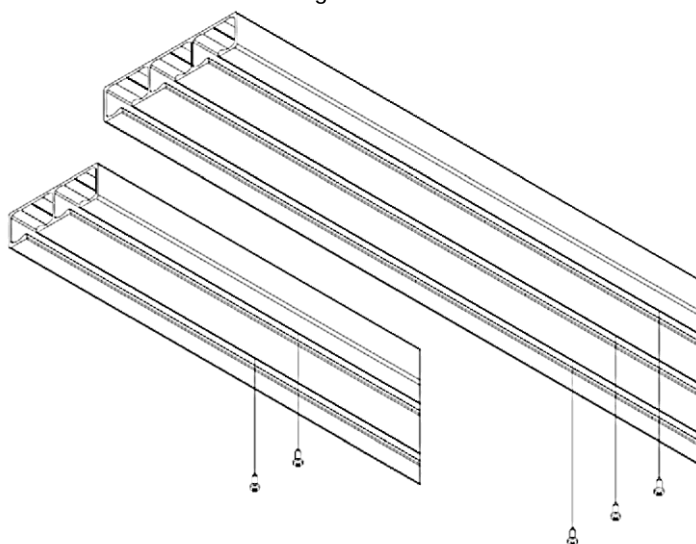

Fig. 3
3. Fixer le rail supérieur avec les chariots fixés à la sous-structure en acier à l'aide de vis ST4.2x13 conformément à la configuration des trous dans le rail (fig. 3).